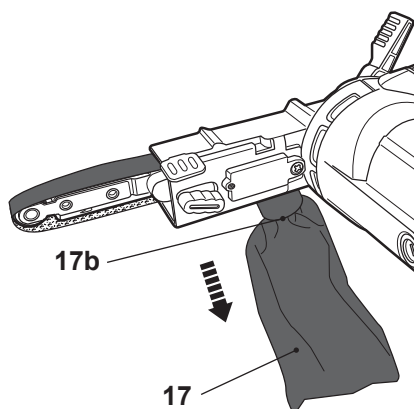

Fig. 10
- > Sujete y tire del conector de la bolsa (17b) para retirar el conjunto de la bolsa de recogida del polvo (17) (Fig. 10).